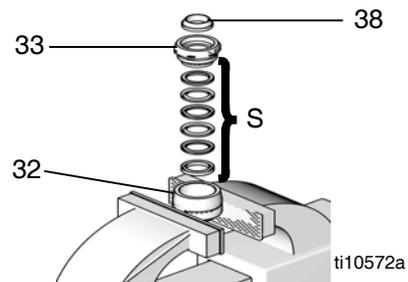

FIG. 18
1. Lubrique las empaquetaduras de la válvula de entrada (S) e instálelas en la válvula (32). Consulte FIG. 18. Vea en las secciones Kits de empaquetaduras la configuración correcta de las empaquetaduras de la válvula de entrada.
2. Con el lado biselado orientado hacia arriba, presione la junta de la válvula de entrada (38) en el receso de la tuerca de empaquetadura de la válvula de entrada (33) hasta que encaje en su sitio. La punta de la junta debería estar a ras con la cara de la tuerca de empaquetadura o empotrada levemente en ella. Consulte FIG. 18.
3. Coloque las caras planas del cuerpo de la válvula (32) en un torno de banco. Enrosque la tuerca de empaquetadura (33) en el cuerpo de la válvula apretada a mano. Deje a un lado el conjunto de la carcasa de entrada.